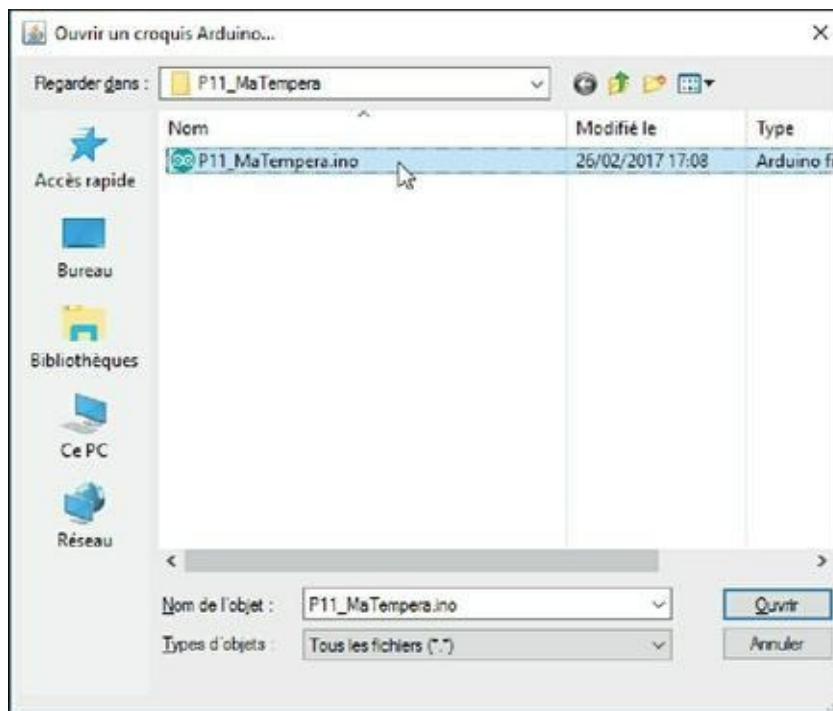

Figure 3.8 : Le dossier du premier exemple.
3. Cherche le sous-dossier nommé **P1** (Figure 3.8). Dans ce sous-dossier, tu dois trouver un autre dossier portant le nom **P11_MaTempera**. Ouvre-le.